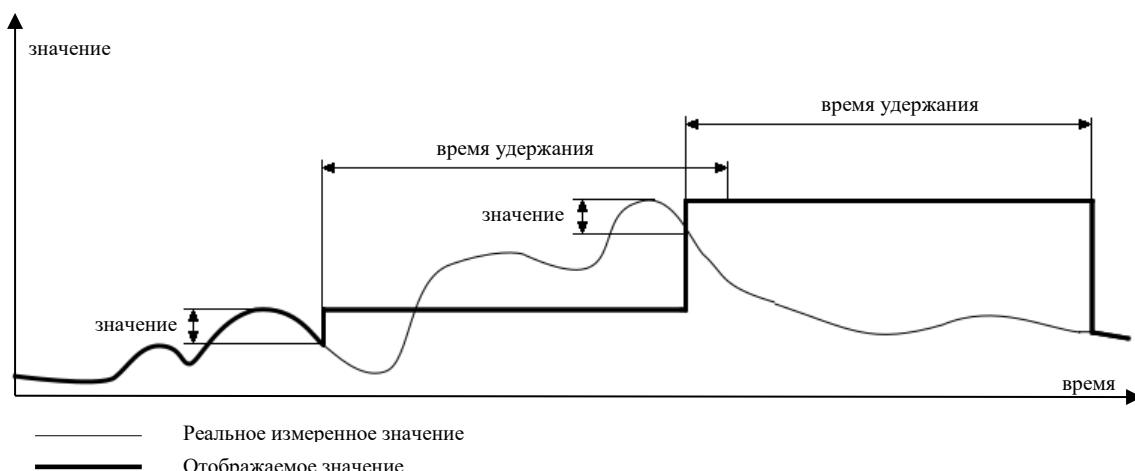

Рисунок 2.52
– «**Пиковый детектор**» – функция, которая позволяет обнаруживать и визуализировать пиковые значения измеряемого сигнала. Обнаружение пиков возможно, если значение измеряемого сигнала увеличивается, а затем уменьшается (или наоборот) на величину, заданную пользователем. После этого зафиксированное пиковое значение может сохраняться в течение установленного пользователем промежутка времени. Если в течение этого времени РМТ 19 обнаруживает новый пик, его значение обновляется, а отсчет времени удержания запускается заново. В случае истечения заданного времени и отсутствия обнаружения нового пика, РМТ 19 переходит к отображению текущего значения измеряемого сигнала (см. рисунок 2.52).